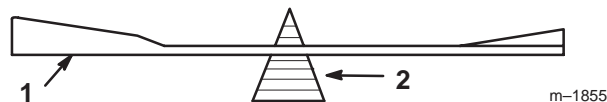
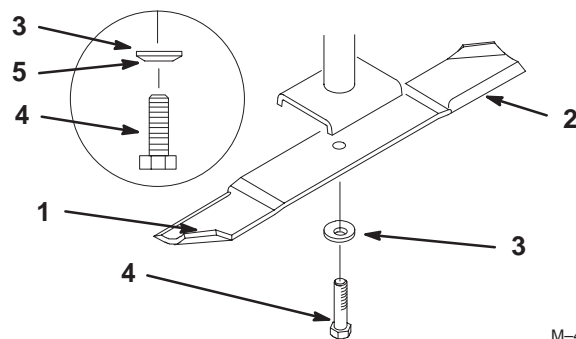

Figure 33
Figure 34
- Tenez la lame à son extrémité avec un chiffon ou un gant épais. Retirez le boulon, la rondelle élastique et la lame, de l'axe de la lame (Fig. 34).
- Vérifiez l'équilibre de la lame en la plaçant sur un équilibreur (Fig. 33). Si la lame reste horizontale, elle est équilibrée et peut être utilisée. Si la lame est déséquilibrée, limez un peu l'extrémité de la partie incurvée seulement (Fig. 34). Répétez la procédure jusqu'à ce que la lame soit équilibrée.
- Placez la lame sur l'axe (Fig. 34).
- Installez la rondelle élastique et le boulon de lame (Fig. 34). Serrez le boulon de la lame à 115–150 Nm (85–110 pieds-livre).